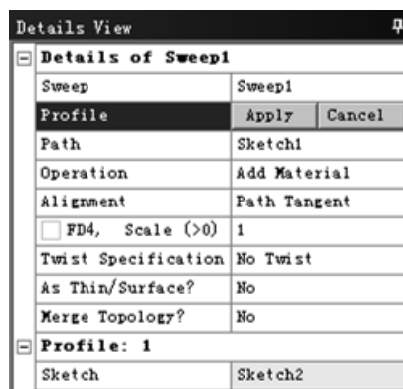

图 3.3.46 “Details View”对话框
- 步骤 02** 选择命令。选择 **Create** → **Sweep** 命令，弹出图 3.3.46 所示的“Details View”对话框。